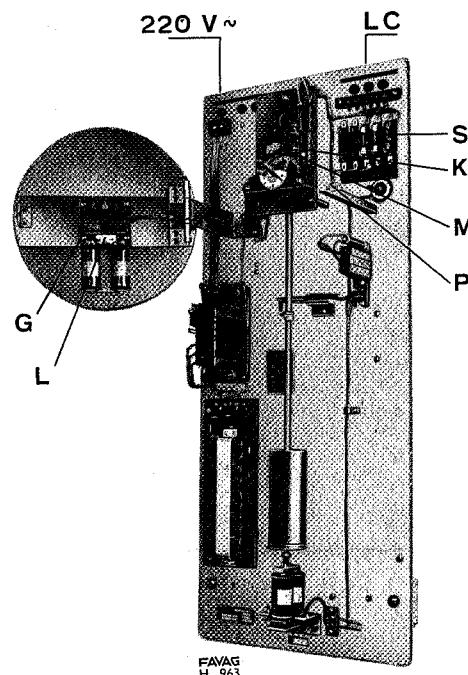

Fig. 4
4.2. Il est nécessaire de nettoyer une fois par année les contacts de ligne "k" (Fig. 4) et le contact d'échappement m (Fig. 5). Ce nettoyage se fait de la manière suivante:
4.2.1. Dévisser l'écrou moleté "p" (Fig. 4) maintenant le cadran et le mouvement secondaire "g" (Fig. 4). Faire pivoter ceux-ci sur leur charnière de façon à avoir accès aux contact de ligne "k".
4.2.2. Enlever le fusible situé à l'extrémité droite de la barrette de fusible "n" (Fig. 4)